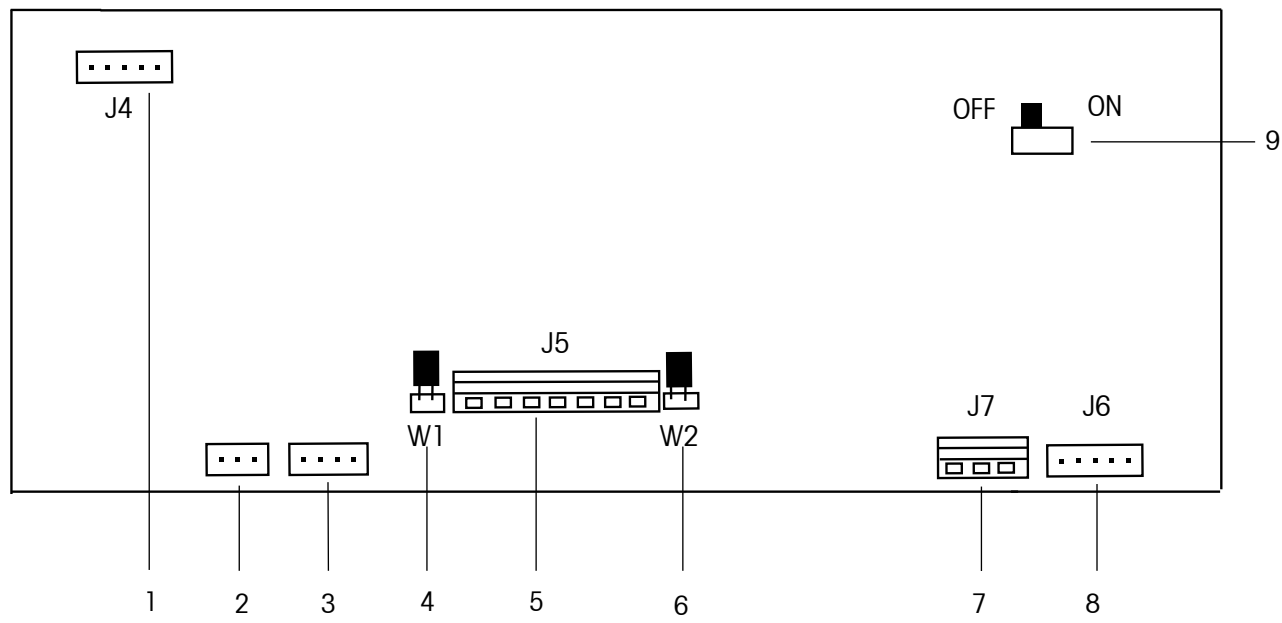

Figure 1-3. 主板.
将传感器线束穿入传感器线束孔 (Figure 1-1, item 10 或 Figure 1-2, item 10), 然后将线束连接到传感器接线端子 J5 (Figure 1-3, item 4)。